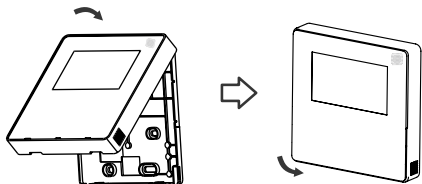

Fig. 3-9
- Undgå at klemme kablet under installeringen, når du har justeret øverste del og lukket den. (Fig. 3-9)